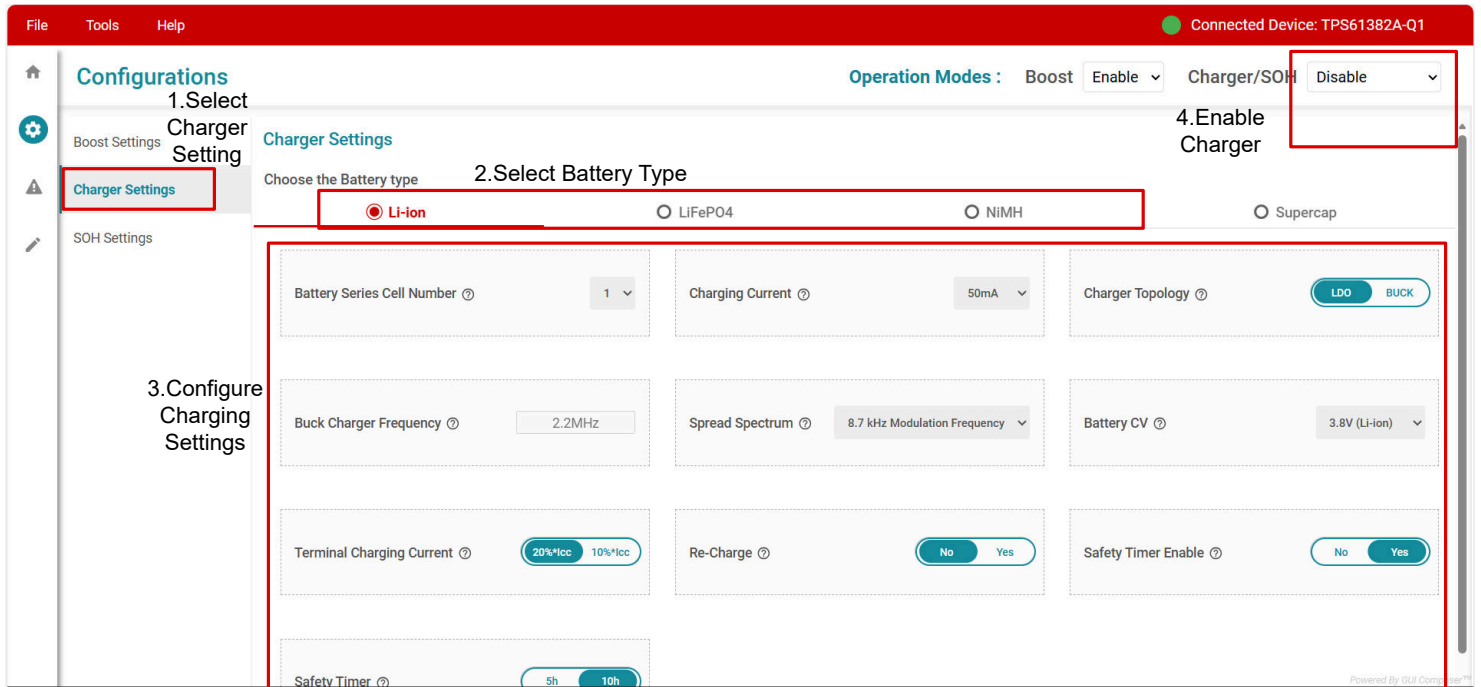

図 3-4. 充電器設定シート
5. 「充電器設定」ボタンをクリックし、「充電器設定シート」に切り替えます (図 3-4 を参照)。この充電器は、デフォルトでリチウムイオンモードに設定されています。設計目標に応じて、充電器モードのバッテリータイプ、セル番号、CC 電流などを設定します。